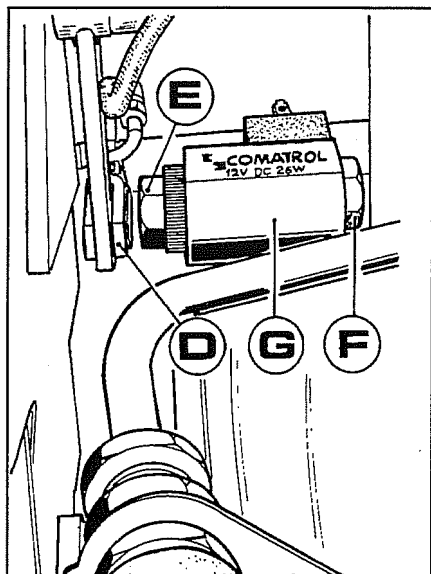

Fig. 17
- 2- Desligar o garfo de comando da tracção dupla **D** fig.17 para evitar estorvos quanto se retirar o grupo bobina solenóide.
3. Desapertar a porca **E** fig.17 para consentir a deslocação da bobina **G** para que seja possível desapertar com a chave a porca **F** do solenóide e a seguir desatarraxar e retirar o grupo.
- a. Montar novamente a bobina **G** fig.17 no solenóide.